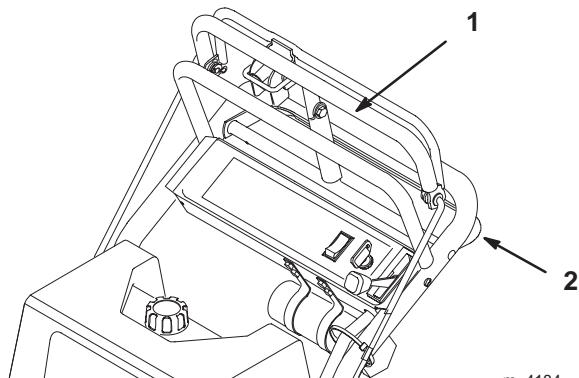

Bild 18
3. Drücken Sie langsam auf die obere Schaltleiste, um vorwärts zu fahren (Bild 18).
Üben Sie, um geradeaus zu fahren, einen gleichen Druck auf beide Enden der oberen Schaltleiste aus (Bild 18).
Reduzieren Sie zum Wenden den Druck auf die Seite der oberen Schaltleiste entgegen der Richtung, in die Sie wenden möchten (Bild 18).
3. Drücken Sie die untere Schaltleiste und den Griff langsam zusammen, um rückwärts zu fahren (Bild 18).